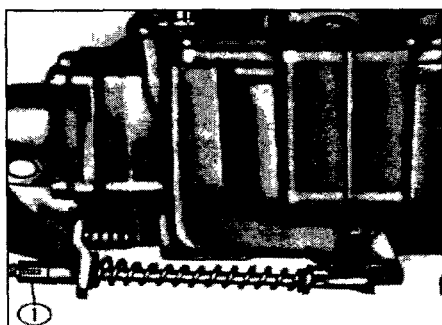

Рис. 4.20 Регулировка ускорительного насоса
- 20 Поверните бронзовую гайку по часовой стрелке для увеличения объема и против часовой стрелки для его уменьшения (рис. 4.20).